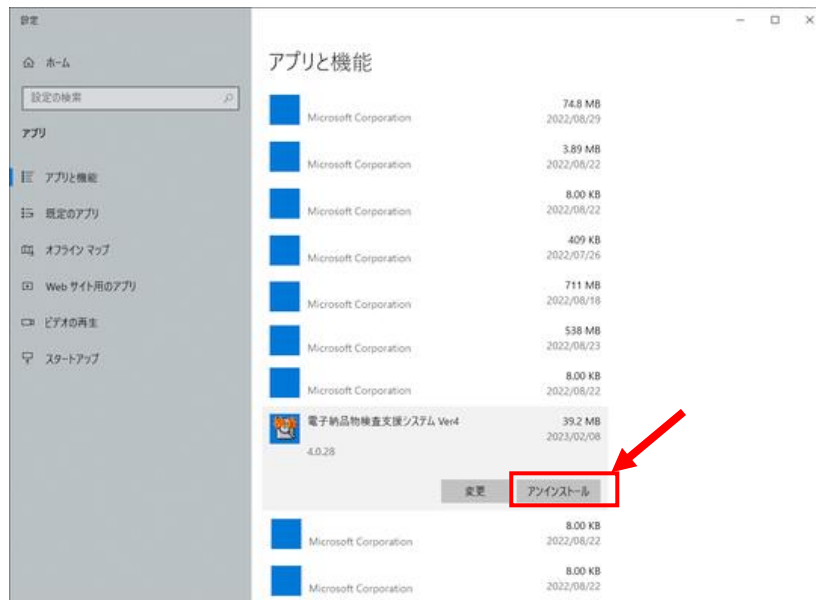

図 3-1 プログラムと機能
- (1) Windows の「設定」から「アプリ」を起動します。
- (2) 図 3-1 が表示されますので、「電子納品物検査支援システム Ver4」を選択し、[アンインストール] をクリックします。